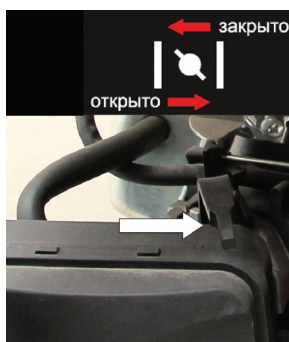

Рис. 15
5. Через 5 секунд после запуска двигателя плавно переведите рычаг воздушной заслонки в положение «Открыто» (Рис. 15).